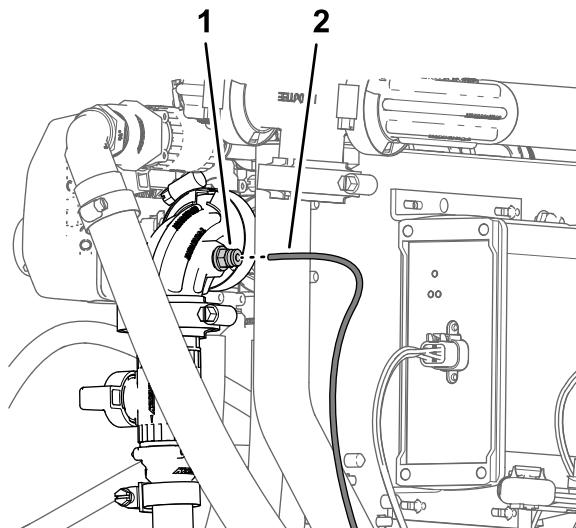

Рисунок 138
5. Подсоедините конец трубы датчика давления (пластиковой) для манометра на приборной панели к запорному кольцу соединительной муфты трубы на прямоугольном штуцере отсечного клапана комплекта ручного распылителя или электрического шлангового барабана (Рисунок 138).
6. Вставьте трубку датчика давления в запорное кольцо до полной посадки трубы (Рисунок 138).